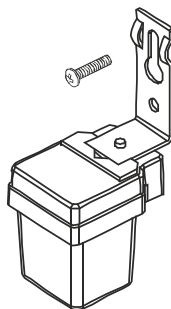

Рис. 1.1 Схема монтажа
3. Подключите питание и протестируйте датчик освещенности, затем закрепите (рис. 1.1 и 1.2) его в заранее подготовленном месте металлической скобой с винтами.